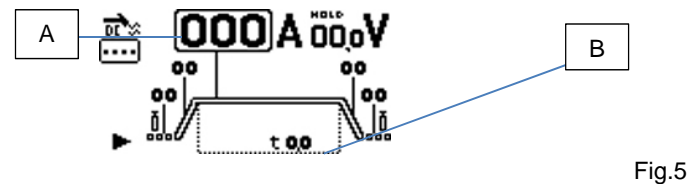

Fig.5
**PUNÇÃO.** Escolher a corrente de soldadura (fig. 5 ref. A) e o tempo de punção (fig. 5 ref. B) através do encoder **S1**, rodando-o até o parâmetro desejado e pressionando-o para configurar os seus valores.